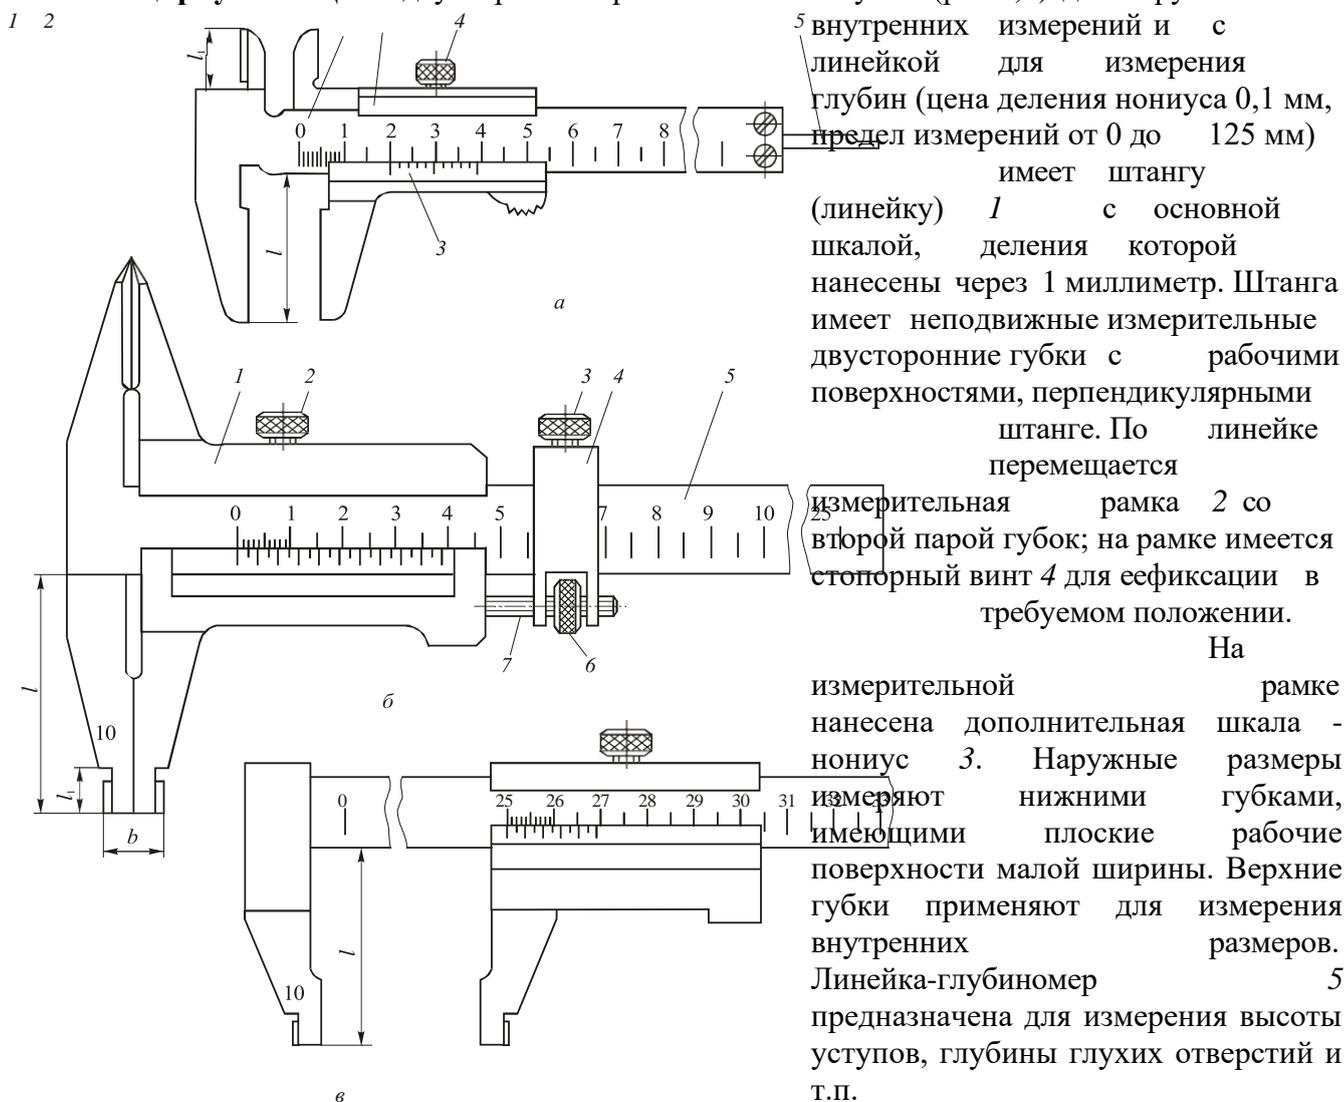

Рис.1
**Штангенциркуль ШЦ-I** с двусторонним расположением губок (рис.1,а) для наружных и
**Штангенциркуль ШЦ-II** с двусторонним расположением губок (рис.1,б) предназначен для наружных и внутренних измерений и разметочных работ. Состоит из тех же основных